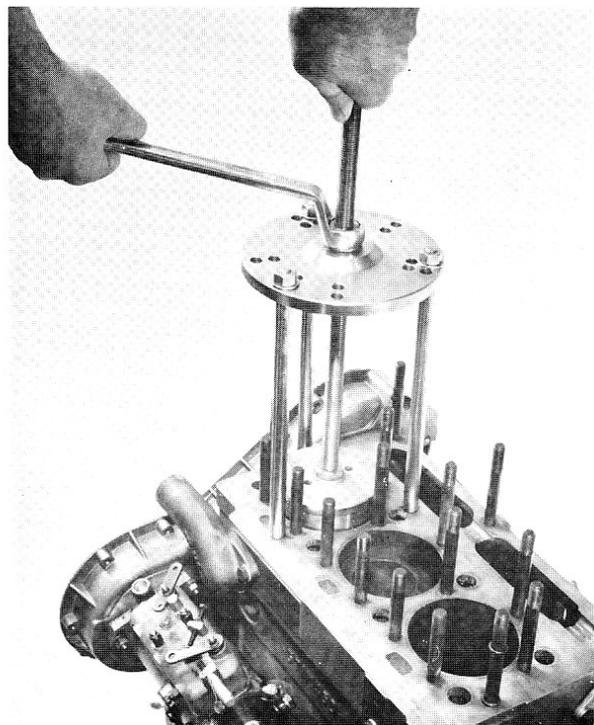

Fig. 33
- 7° Serrer l'écrou jusqu'à extraction complète de la chemise (fig. 33).
(1) En ce qui concerne la dépose des chemises du moteur A 3 144, il y a lieu d'utiliser les tampons MITI-2, haut et bas.